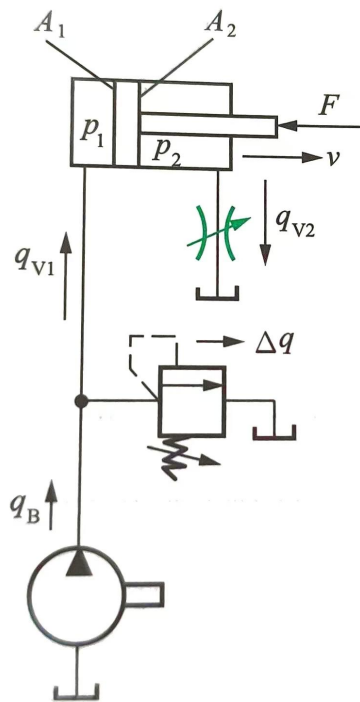

图 6-21 回油节流调速回路
**回油节流：**节流阀位于回油路，背压提高运动平稳性（图 6-21 对比）。